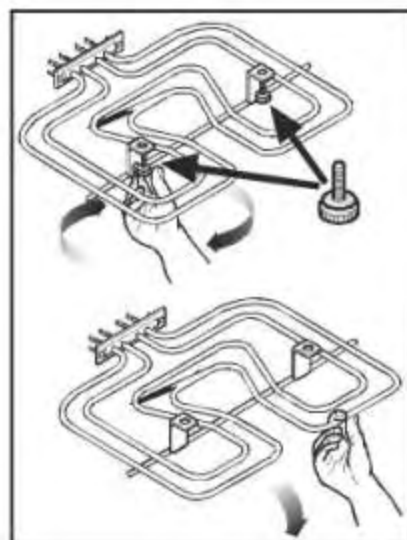

Рис. 9
- Выкрутите винты, которые держат гриль (см. рис. 9). В первый раз рекомендуется использовать отвертку.